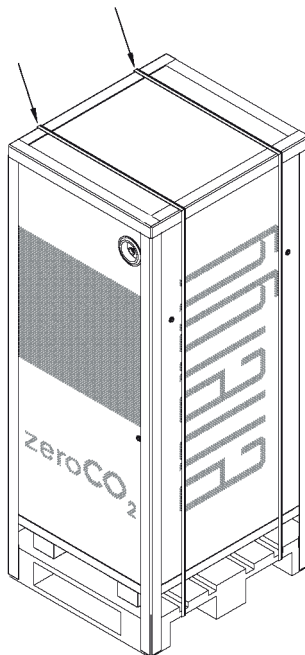

Fig. 4.5
4. Rimuovere le 2 regge in plastica (Fig. 4.5).